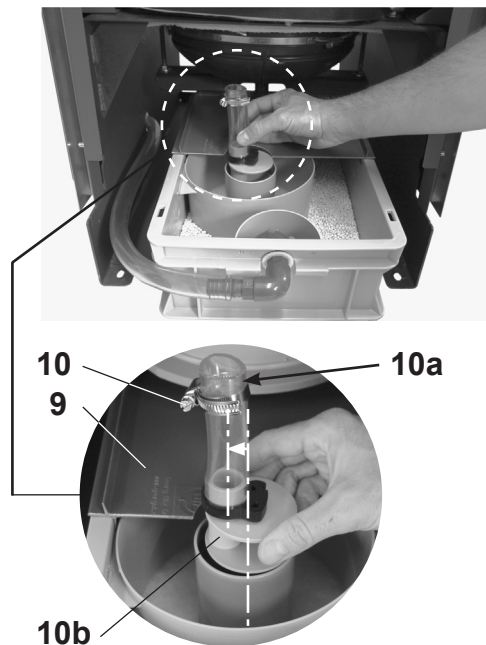

Fig. 12
5. Montați capacul posterior (9, Fig. 12) al cutiei de neutralizare.
6. Montați colierul (10, Fig. 12) la aprox. 20 mm de capătul superior al furtunului și strângeți bine. Furtunul (10a, Fig. 12) racordului excentric (10b, Fig. 12) trebuie aliniat spre stânga.
8. Furtunul sifonului (11, Fig. 14) poate fi împins cu ușurință în racordul de scurgere al tăvii de colectare a condensului ridicând cutia de neutralizare (10a Fig. 12).